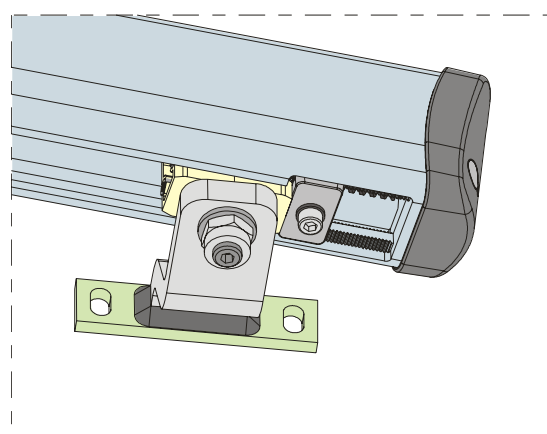

Fig. 20
- 4) Déplacer l'arrêt à proximité de la patte d'attache d'après la Fig.20.